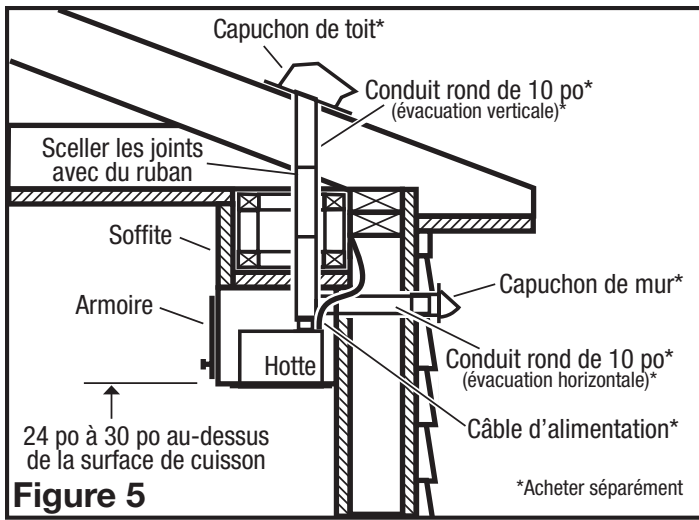

Figure 5
1. Installez le registre inclus dans la hotte à l'aide de trois des vis à pointe émaillée n° 6 fournies. Décollez le dos du joint inclus et, tout en tenant les amortisseurs en position verticale, installez le joint sur le capot. Assurez-vous d'aligner les trous et les coupures rectangulaires pour vous assurer que les amortisseurs s'ouvrent facilement. Installez le collier de conduit inclus dans la hotte avec quatre des vis à pointe émaillée n° 6 fournies. (**Figure 4**). Assurez-vous que les joints des conduits et les pénétrations extérieures sont scellés avec du mastic ou tout autre matériau similaire pour créer un passage d'air étanche afin de minimiser la perte ou le gain de chaleur et réduire le risque de condensation. Placez / enveloppez l'isolant autour du conduit et / ou ventilateur afin de minimiser la possibilité d'accumulation de condensation à l'intérieur du conduit, ainsi que la perte ou le gain de chaleur (**Figure 5**).